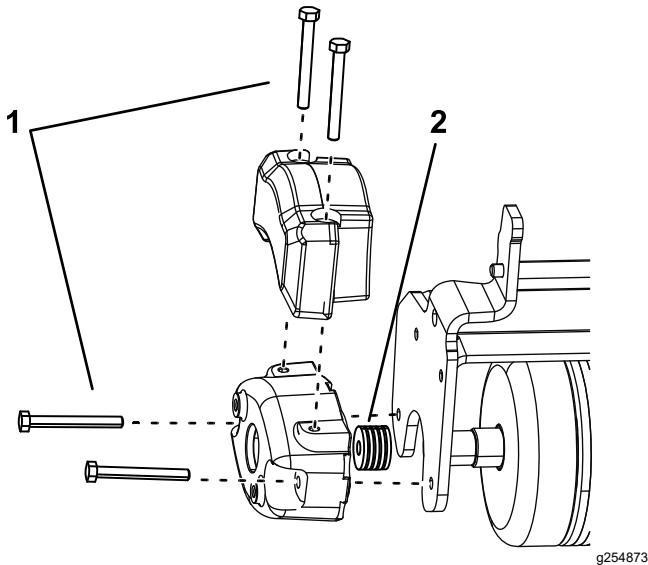

图 6
2. 安装 2 个螺栓 5/16-18 x 2³/₄ 英寸如图 6 所示。
3. 在配重块和穿刺刀侧板之间的每个螺栓上安装 4 个垫圈 1/8 英寸图 6。